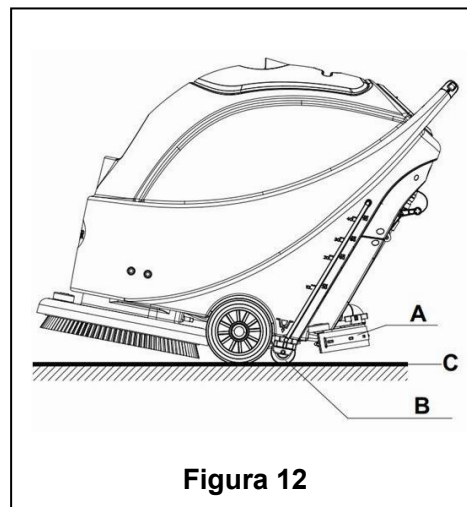

Figura 12
8. Suelte el interruptor de seguridad (1) para apagar el cepillo / panel de la almohadilla y la válvula solenoide.
9. Presione el interruptor de la Bomba de Aspiración (42) en posición "O" y la Bomba se demorará 5 segundos antes de dejar de funcionar.
10. Presione el interruptor de ajuste del volumen de flujo de agua (44) en posición "O" para detener completamente el funcionamiento de la válvula solenoide.
11. Presione el interruptor de encendido (41) en posición "O".
12. Use la palanca de elevación de la escobilla de goma (14) para levantarla.
13. Sujete el manillar (2) e incline levemente la máquina hacia atrás hasta que la rueda de guía toque el suelo. Véase la figura 12.